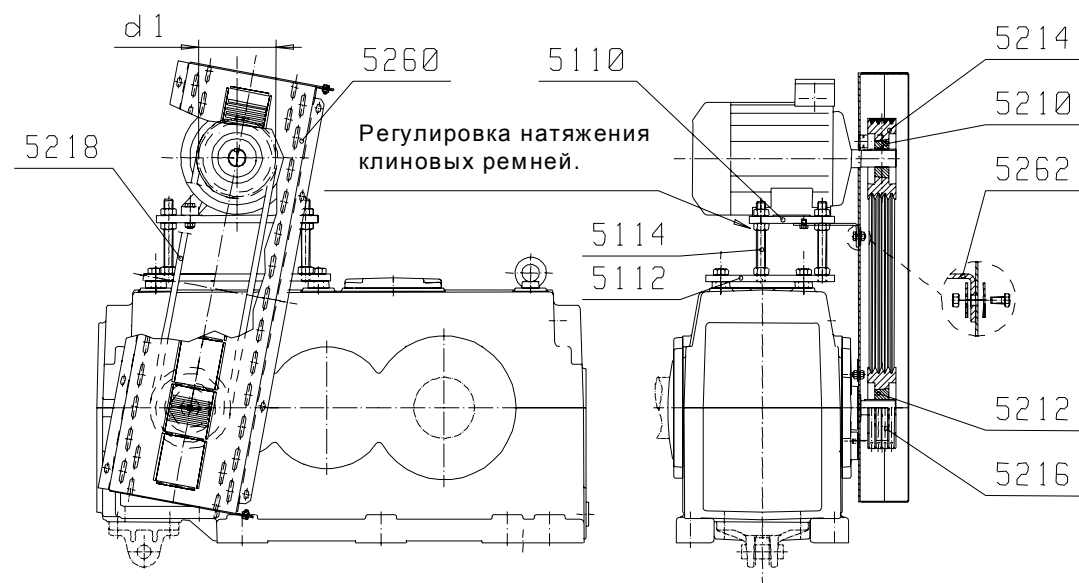

Рис. 1
- 2.3 Прикрепите заднюю пластину ограждения ремня (5260) к кронштейну электродвигателя зубчатого механизма с помощью крепежных принадлежностей (с предварительным затягиванием). При монтаже задней пластины примите во внимание желаемое направление открывания дверцы (см. примечание к рис. 1).